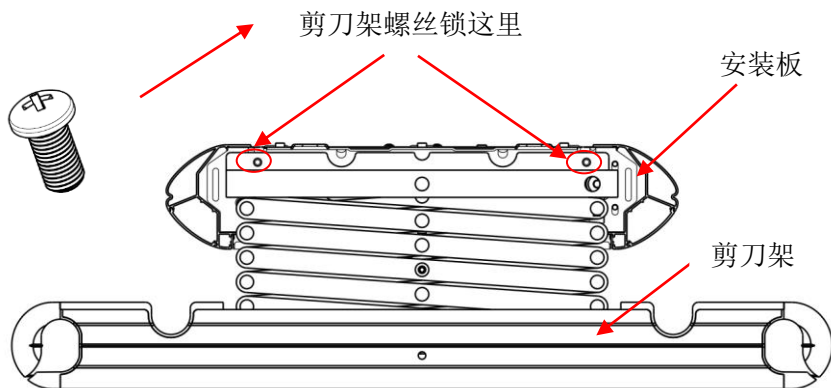
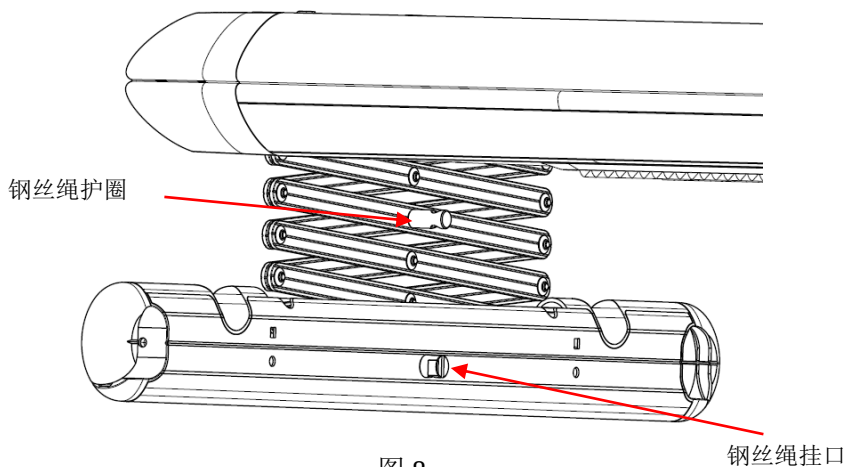

图 7
图 8
- 7、安装剪刀架：先将剪刀架一端滚轮滑进安装板滑槽内，移动剪刀架，使剪刀架滑轨定位孔与安装板螺丝孔对齐，用剪刀架螺丝锁锁紧剪刀架滑轨（如图 7 所示），将钢丝绳卡头穿过钢丝绳护圈套进钢丝绳挂口内（如图 8 所示），套上钢丝绳挂口盖，剪掉剪刀组扎带。以同样的步骤安装好另一侧剪刀架。